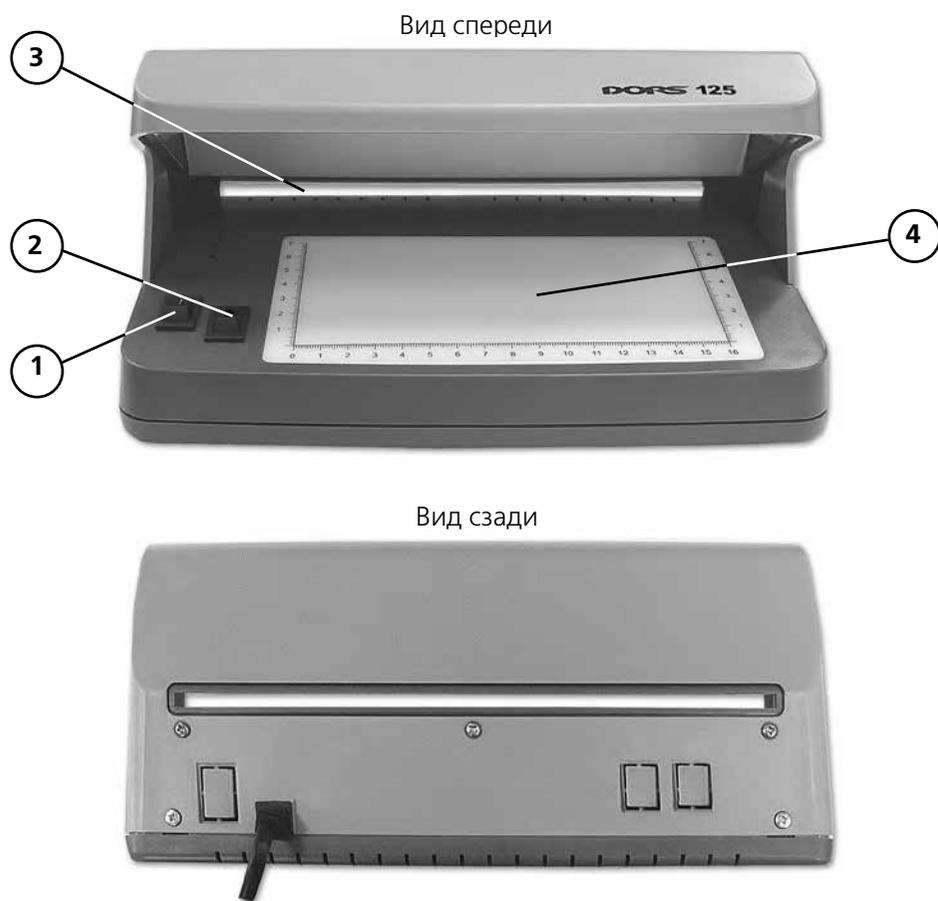
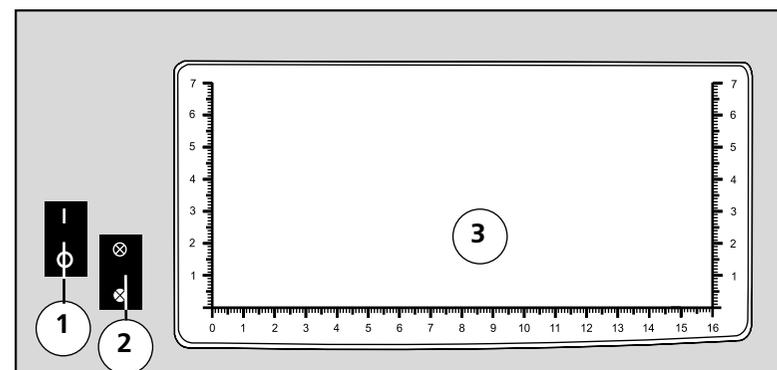

Рис. 1
Рис. 2.
1. Подключите детектор к сети (220 В, 50 Гц). Включите детектор нажатием клавиши выключателя «Сеть» на передней панели (рис. 1, поз. 1) – просмотрная зона (рис. 2, поз. 3) осветится синим или белым светом, в зависимости от положения переключателя "УФ/белый свет".
детектора (рис. 2, поз. 2) выберите необходимый режим работы:
2. Расположите одну или несколько банкнот на передней панели детектора в просмотрной зоне (рис. 2, поз. 3).